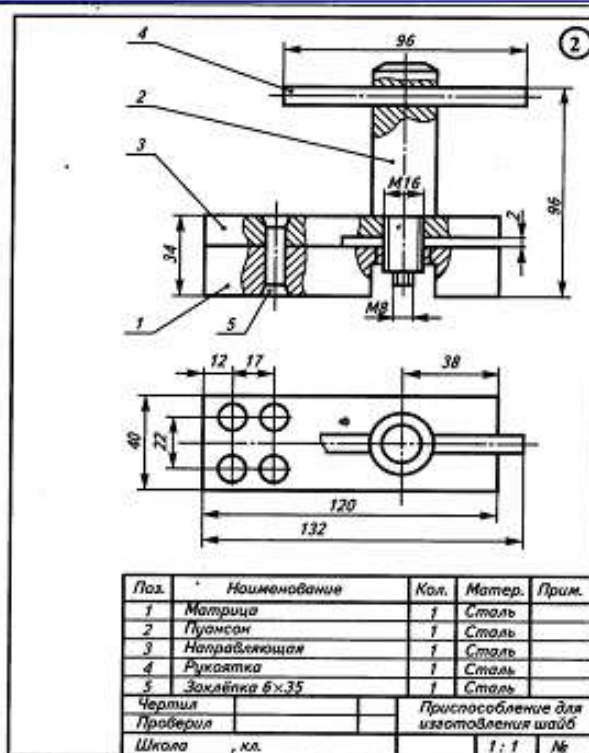

Рис. 86
4. На формате 2. Построить эскизы и технический рисунок деталей поз. 1,2,3, Приспособление для изготовления шайб по данным на рис. 86 (2).